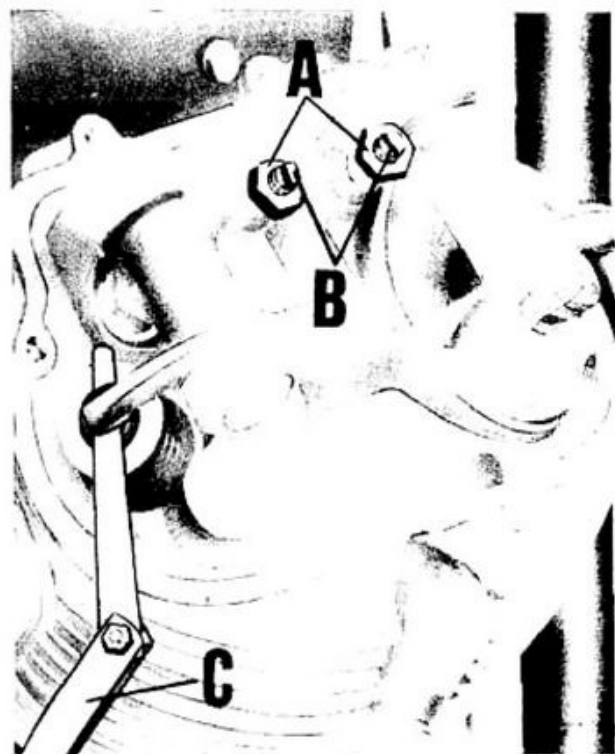

Fig. 61
Infatti il gioco eccessivo provoca rumorosità; se invece è nullo, le valvole rimangono sempre un po' aperte con conseguente danno alle stesse e alle relative sedi. La regolazione si esegue come dimostrato in fig. 61.
Il gioco va regolato operando come segue: a MOTORE FREDDO svitare il dado (A) ed avvitare o svitare la vite (B) tenendo presente che il gioco deve essere: per l'aspirazione mm 0,15 e per lo scarico mm 0,25. Per questo controllo adoperare apposito spessimetro (C) come è dimostrato in fig. 61.